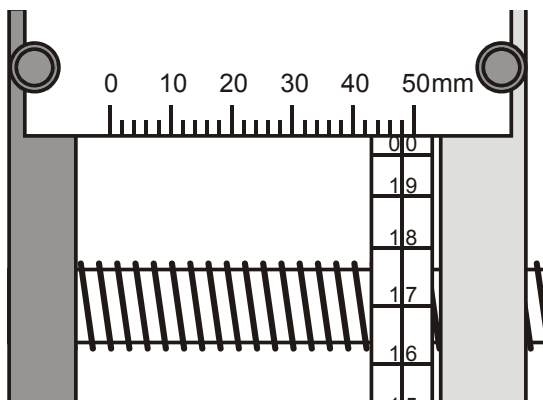

Fig. 2: indicação da posição do pistão 48,0 mm
- Soltar os parafusos estriados da escala fixa e movê-la para o lado, até que o traço a 48 mm se encontre exatamente sobre a linha mediana da escala rotativa (veja fig. 2).